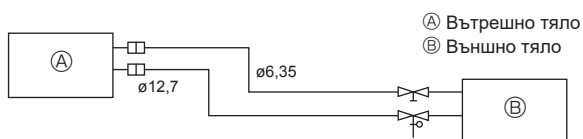

Fig. 5-2
(1) Таблицата по-долу показва спецификациите на достъпните в търговската мрежа тръби. (Fig. 5-2)